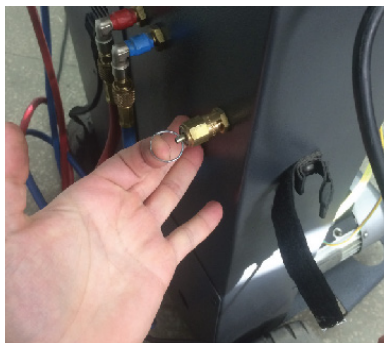

Рисунок 20. Клапан сброса заправочной станции (пример)
- 6.2. Удалите из системы не конденсируемые примеси через специальный клапан рис. 20, согласно указаниям инструкции (руководства по эксплуатации) на используемую заправочную станцию.